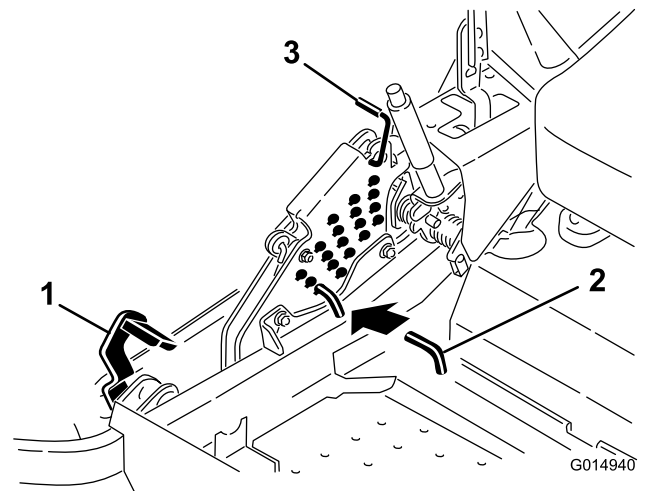

Figure 27
2. Appuyez sur la pédale de relevage du tablier avec le pied et relevez le tablier en position de transport (qui est aussi la position de hauteur de coupe de 114 mm [4,5 po]) (Figure 27).
3. Pour changer de hauteur de coupe, retirez la goupille fendue et l'axe de chape du support de hauteur de coupe (Figure 27).
4. Placez la goupille dans le trou du support correspondant à la hauteur de coupe voulue (Figure 27).